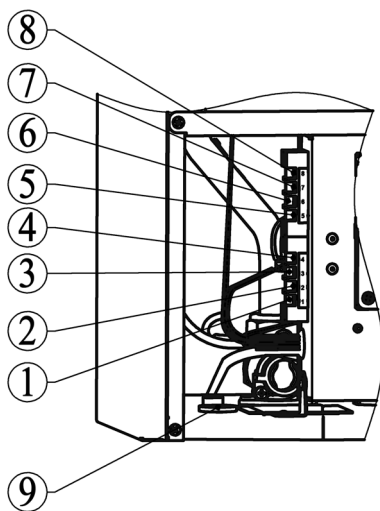

Рис. 11. Подключение дополнительных устройств
- удалить перемычку между клеммами 1 и 2 на колодке блока управления (рисунок 11);
- продеть двухпроводной кабель, идущий от термостата, через проходную муфту 5 в корпусе и подключите его к клеммам 1 и 2 (рисунок 11);
- продеть двухпроводной кабель, идущий от датчика, через проходную муфту 5 в корпусе и подсоедините его к клеммам 3 и 4 (рисунок 11);
- удалить перемычку между клеммами 1 и 2 (рисунок 11);
- Продеть двухпроводной кабель, идущий от термостата БКН, через проходную муфту 9 в корпусе котла и подсоедините его к клеммам 5 и 6 (рис. 11)
- Продеть двухпроводной кабель, идущий от датчика температуры БКН, через проходную муфту 9 в корпусе котла и подсоедините его к клеммам 7 и 8 (рис. 11)